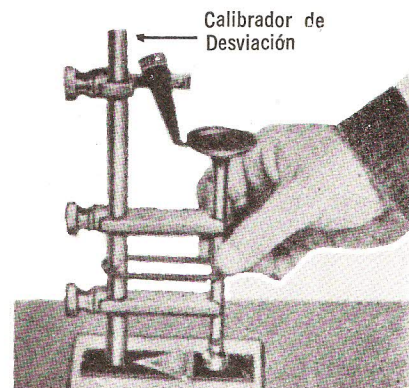

Fig. 19 — Desviación de Cara de la Válvula.
**Desviación de la Cara de la Válvula:** Compruebe la desviación de la cara de la válvula (Fig. 19). No debe exceder del límite de desgaste.